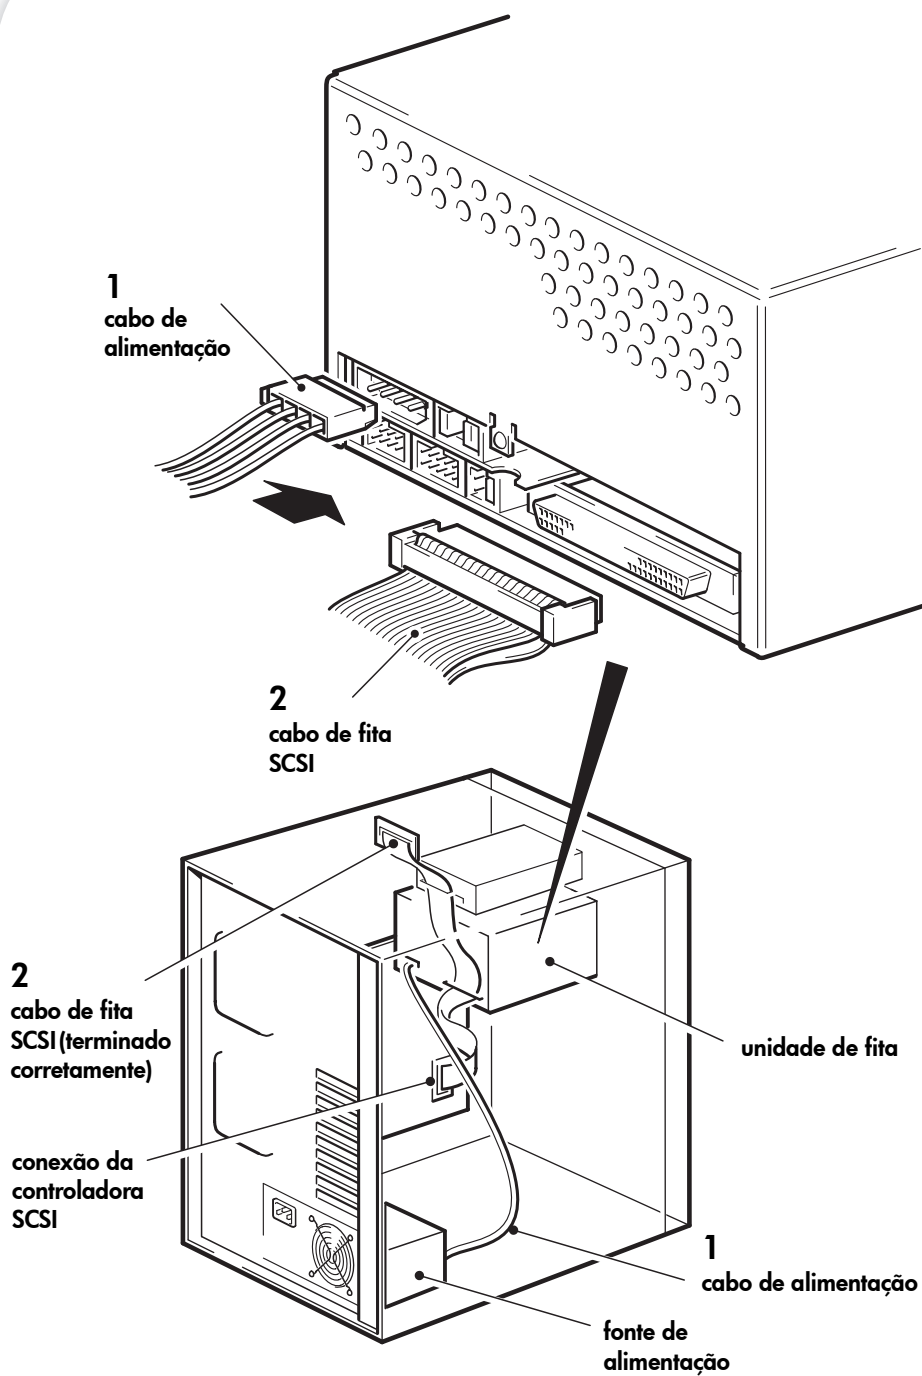

Figura 7: conectar os cabos de alimentação e SCSI
- 1** Conecte um cabo sobressalente da fonte de alimentação interna do servidor ao conector de alimentação, conforme mostra a Figura 7, item 1.
- 2** Ligue um conector sobressalente do servidor ou um cabo de fita SCSI do HBA ao conector SCSI da unidade, conforme mostra a Figura 7, item 2.
Portanto, supondo-se que o HBA seja o primeiro dispositivo do barramento, verifique se o segundo terminador está localizado depois do último dispositivo, conforme mostra a Figura 7, item 2.